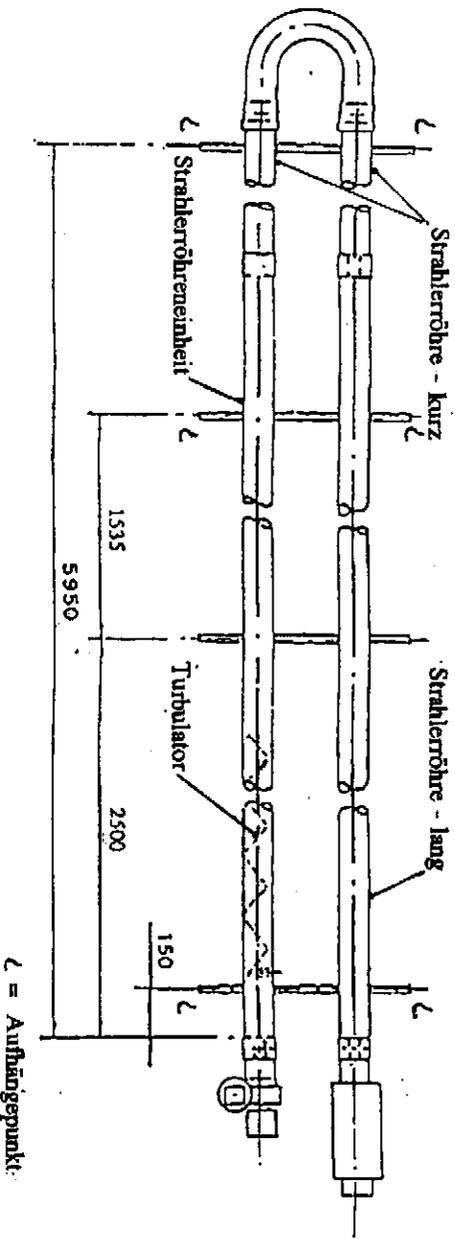

Abb. 16
- 4.2.2 Die drei Aufhängevorrichtungen unter Gebrauch von zwei U-Bohlen pro Vorrichtung (aus den Befestigungspaketen) an die Strahlerröhren montieren und entlang der Strahlerröhren wie in Abb. 16 unten gezeigt anbringen. Muttern ausreichend festdrehen um die Aufhängevorrichtungen zu halten. Nicht überdrehen.
4.3.1 Verpackung/Schutz von der Strahlerröhren (1 lange Röhre und 2 kurze Röhren) und Strahlerröhreneinheit entfernen und sicherstellen, daß sie innen klar sind. Verbinden Sie eine lange Röhre mit einer kurzen Röhre unter Gebrauch einer Torchte Kupplung. Stellen Sie sicher, daß die Röhren voll in der Kupplung eingesteckt sind (bis zum Stopper). Drehen Sie die Muttern der zweiten Torchte Kupplung fest, damit sie an den Röhren gesichert ist. Wiederholen Sie den obigen Vorgang um die Strahlerröhreneinheit mit der zweiten kurzen Röhre zu verbinden. Legen Sie die Strahlerröhreneinheiten auf Böcke so daß ein Mindestabstand von 150mm vom Fußboden mit den Torchte Kupplungsklemmen darunter entsteht. Platzieren Sie die Strahlerröhreneinheiten 305mm voneinander entfernt mit den Enden der kurzen Röhren (und Torchte Kupplung) in gleicher Linie (siehe Abb. 16).
4.3.3 Die vier Aufhängevorrichtungen unter Gebrauch von zwei U-Bolzen pro Vorrichtung (aus den Befestigungspaketen) an die Strahlerröhren montieren und entlang der Strahlerröhren wie in Abb. 16 unten gezeigt anbringen. Muttern ausreichend festdrehen um die Aufhängevorrichtungen zu halten. Nicht überdrehen.
4.3.8 Das Gerät sollte jetzt angehoben werden und wie im Abschnitt 3.1 dargestellt an den vorher angebrachten Ketten oder Fallstäben an den in Abb. 16 gezeigten Aufhängepunkten gehängt werden. Seil- oder Gewebeschlingen sollen benutzt werden, wenn man von oben her hochhebt. Beim Gebrauch eines Gabelstaplers, stellen Sie sicher, daß das Gerät vor dem Anheben auf den Gabeln balanciert ist.